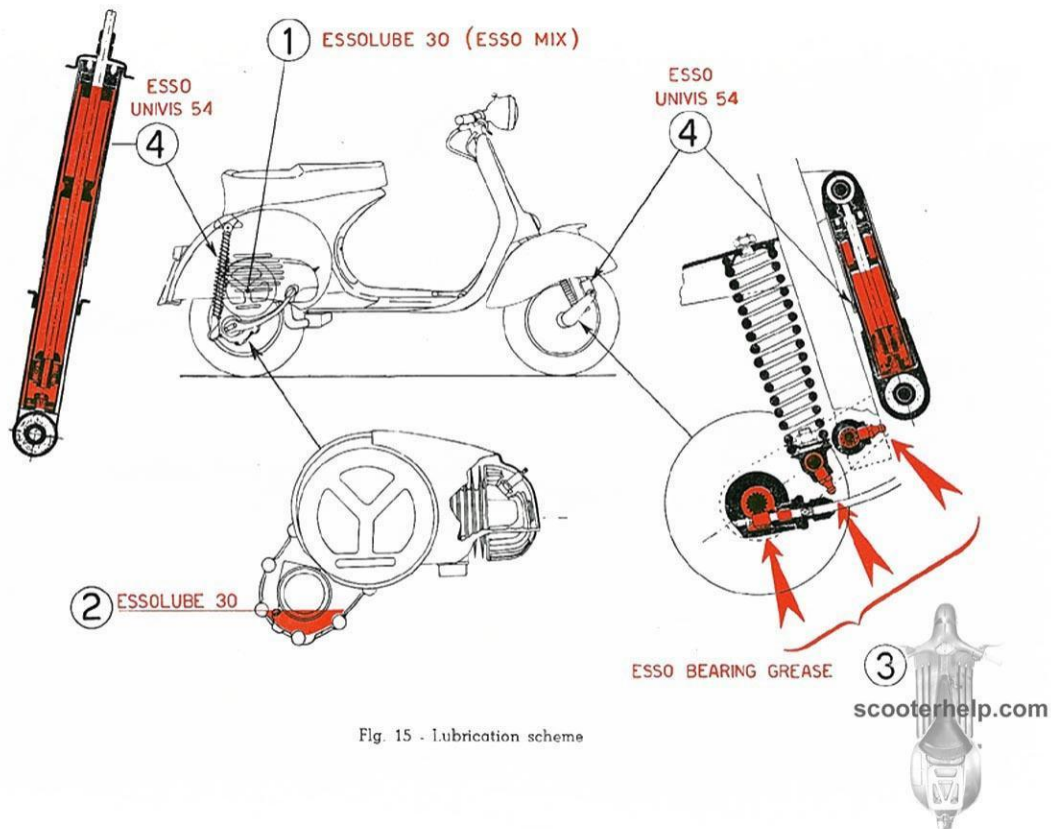

Fig. 15 - Lubrication scheme
N. B. - Lubricate exclusively with oil and grease types as indicated on lubrication chart, page 22, and Fig. 15.
11 - Frenatura insufficiente Corsa eccessiva del pedale o leva Ceppi logorati; impregnati di olio Ceppi e tamburi rigati	Registrare (Vedere fig. 15 a pag. 25) Sostituire; lavare con benzina ed asciugare all'aria Consultare le Agenzie di vendita circa la perdita di olio. Sostituire.